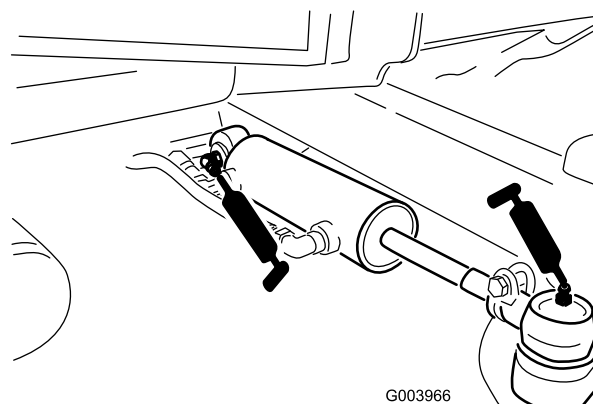

Figure 53
- Rotules de vérin de direction (2) (Figure 53)